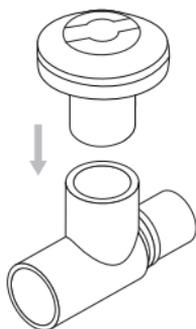
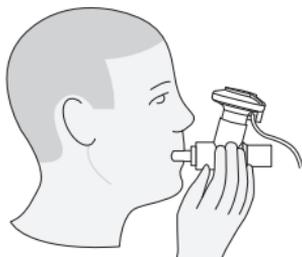

Abbildung 3. Vernebler mit dem T-Stück verbinden
Abbildung 12. Anschluss an ein Mundstück
- 3 Den Vernebler mit dem T-Stück verbinden und fest auf das T-Stück drücken (Abbildung 3).
Bei der Verwendung eines Mundstücks den Vernebler an das T-Stück anschließen (siehe Abbildung 3) und dann das T-Stück mit dem Mundstück verbinden, indem die beiden Teile fest zusammengedrückt werden (Abbildung 12).
**Warnhinweise:** Der Vernebler muss immer vertikal ausgerichtet sein, um eine ordnungsgemäße Vernebelung zu gewährleisten (Abbildung 12).